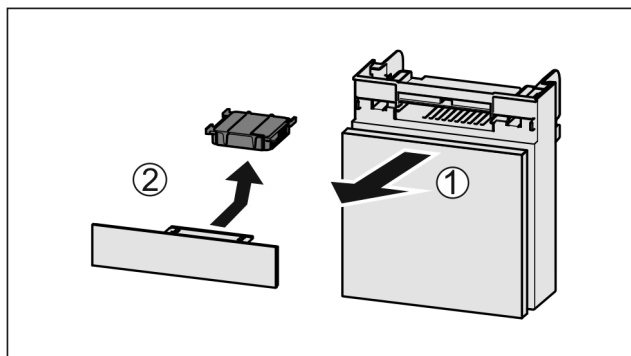

Fig. 62
- ▶ Издърпайте Fig. 62 (1) напред от отделението.
- ▶ Извадете Fig. 62 (2) филтъра с активен въглен.